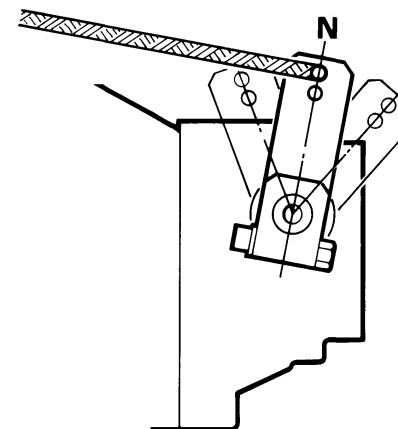

Fig. IV-4
WARNING. When the engine runs idle, but the propeller shaft should not be driven (such as when charging the battery with the generator), the shifting lever (fig. IV-4, item 1) must be held in the neutral position (N) to prevent the boat from moving.
PERICOLO. Quando il motore gira al minimo e si desidera che l'elica non giri (per esempio se si deve caricare la batteria con la barca ferma), la leva di comando deve trovarsi in posizione neutrale N (vedere fig. IV-4, pos 1).
DANGER. Quand le moteur tourne à vide, tandis que l'arbre d'hélice est arrêté (par exemple quand les batteries se chargent avec l'alternateur), le levier de commande (fig. IV-4, repère 1) doit être en position neutre (N), pour que le bateau ne se déplace pas.
WARNUNG. Wenn der Motor im Leerlauf läuft und die Propellerwelle aber nicht angetrieben werden soll (z.B. beim Aufladen der Batterie durch den Generator), muß der Schalthebel (Pos. 1, Bild IV-4) in der neutralen Position (N) gehalten werden, da das Boot sich sonst bewegt.